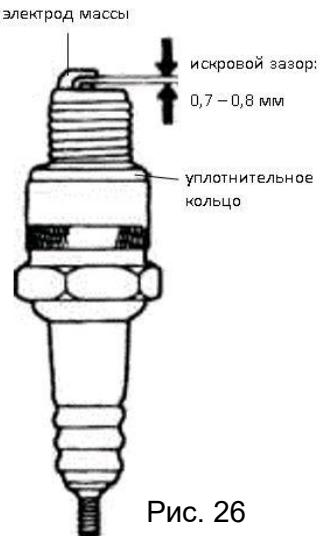

Рис. 26
- Измерьте расстояние между электродами с помощью щупа. (см. рис. 26).